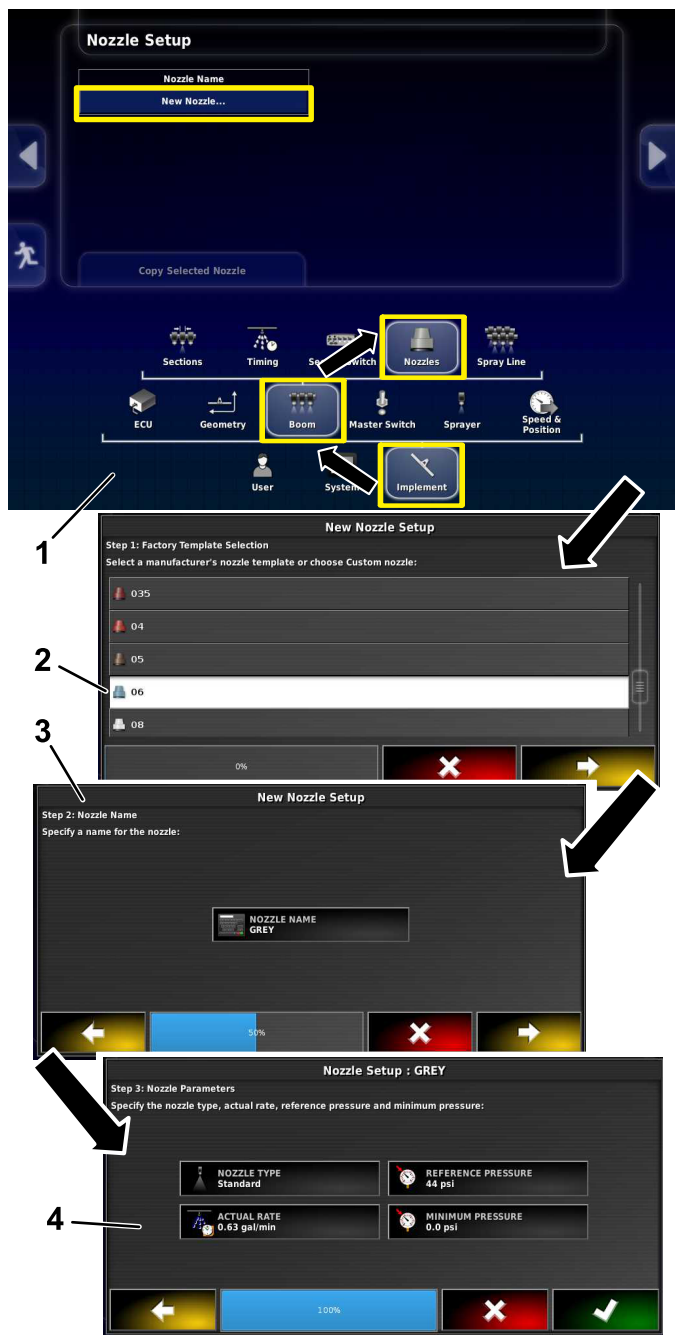

图 6
- 2. 选择实施图标、喷洒臂图标和喷嘴图标图 6。
- 3. 选择屏幕顶部的新喷嘴图标图 6。
- 4. 根据尺寸和颜色选择喷嘴图 6。
- 5. 按喷嘴名称图标图 6。